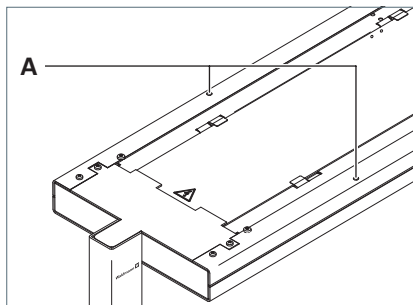

Fig. 22: Regolazione della testa dell'apparecchio d'illuminazione
- Per sollevare la testa dell'apparecchio d'illuminazione, ruotare la vite di regolazione **A** in senso antiorario, vedi Fig. 22.